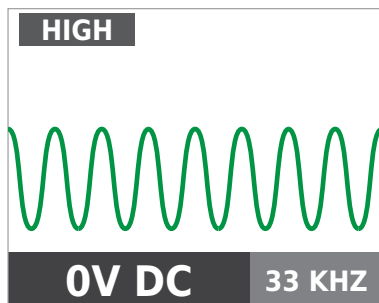

图3.2b
3. 对于大多数应用，选择HIGH (高)信号模式。屏幕显示如图3.2b所示